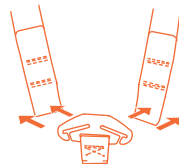

Fig. 36-2
2. Desde la parte trasera del asiento del automóvil, desabroche los lazos del extremo del arnés de la placa de metal (Fig. 36-2).